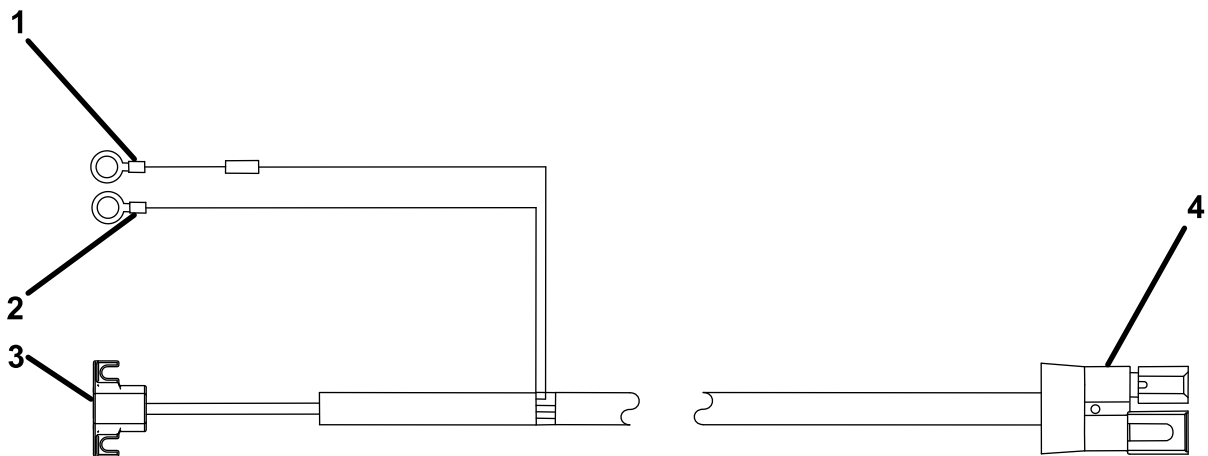

Figura 3
1. Sujete el conector del esparcidor del arnés de cables del vehículo (Figura 3) al centro del parachoques trasero del vehículo con una brida.
4. Conecte el conector de anillo negro del compartimento del motor al borne negativo (-) de la batería (Figura 3).
5. Conecte el conector de anillo rojo del compartimento del motor al borne positivo (+) de la batería (Figura 3).